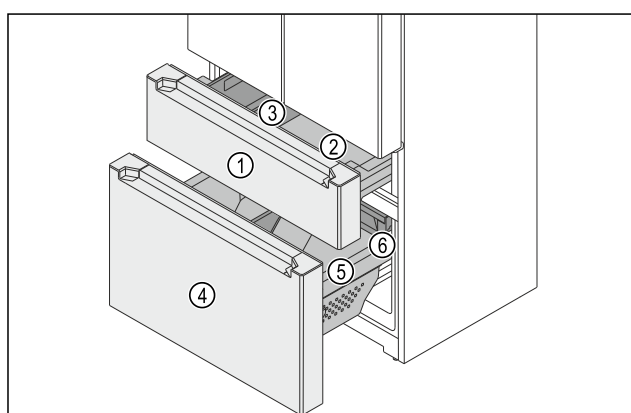

Fig. 149 Carrelli di estrazione vano congelatore
Il congelatore è costituito da due carrelli di estrazione. Nel carrello di estrazione superiore Fig. 149 (1) sono presenti un contenitore Fig. 149 (2) e un FlexBox Fig. 149 (3). Nel carrello di estrazione inferiore Fig. 149 (4) sono presenti un contenitore Fig. 149 (5) e un cassetto Fig. 149 (6). È possibile rimuovere la FlexBox e il contenitore nel cassetto di estrazione superiore per la pulizia.